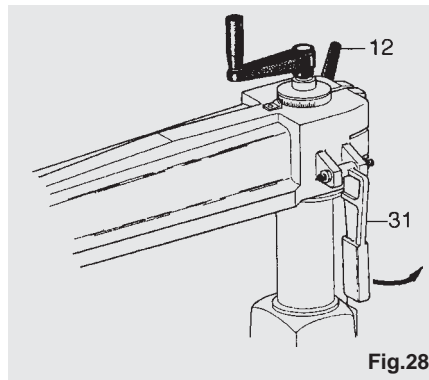

Fig.28
Para girar el brazo porta cabeza en el soporte de columna véase la fig. 28 en la cual figuran la palanca de cuña autocentradora (31) a levantar y la jacquard (12) a aflojar y apretar. Levantar y bajar la palanca sólo con la jacquard aflojada, aprovechando así de su función autocentradora.